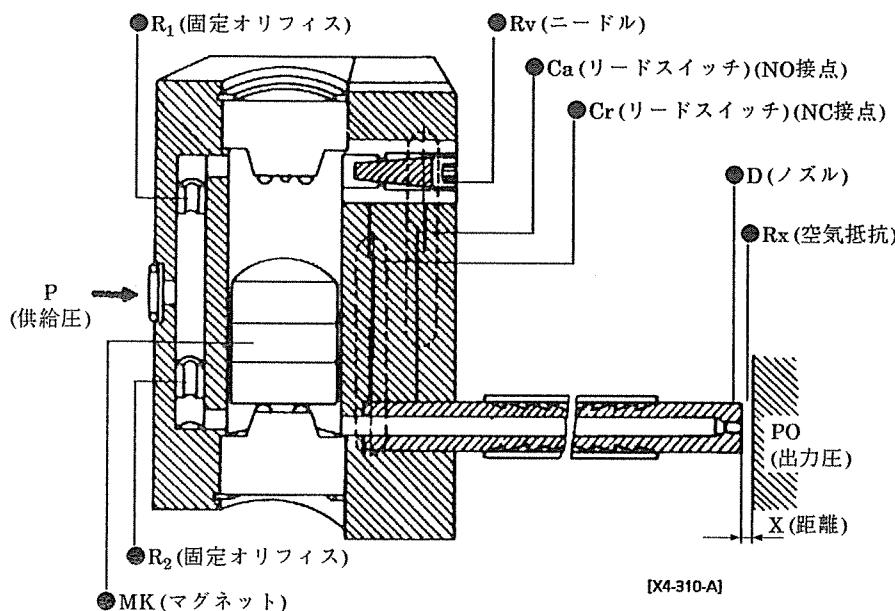

Fig.1
- 2) これを図示すれば、Fig. 1・2およびFig. 3のように、電気回路の固定抵抗R₁・R₂は空気回路の固定オリフィスR₁・R₂に相当し、電気回路の可変抵抗R_v・Rxは、空気回路の可変オリフィスR_vとノズル～供試体間の距離Xの変化によって生じる空気抵抗Rxに相当します。